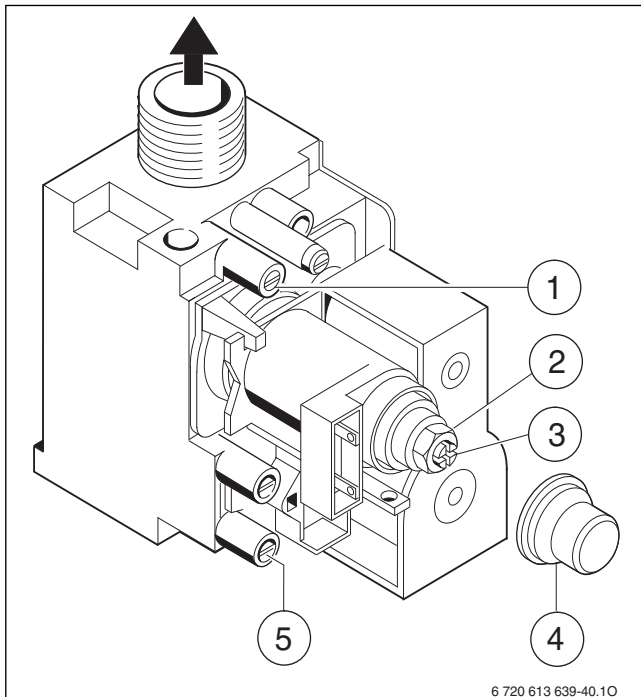

Рис. 35
- ▶ Отвернуть уплотнительный винт измерительного штуцера давления перед форсунками (1) и подсоединить U-образный манометр (→ рис. 35).
- ▶ Снять крышку (4).